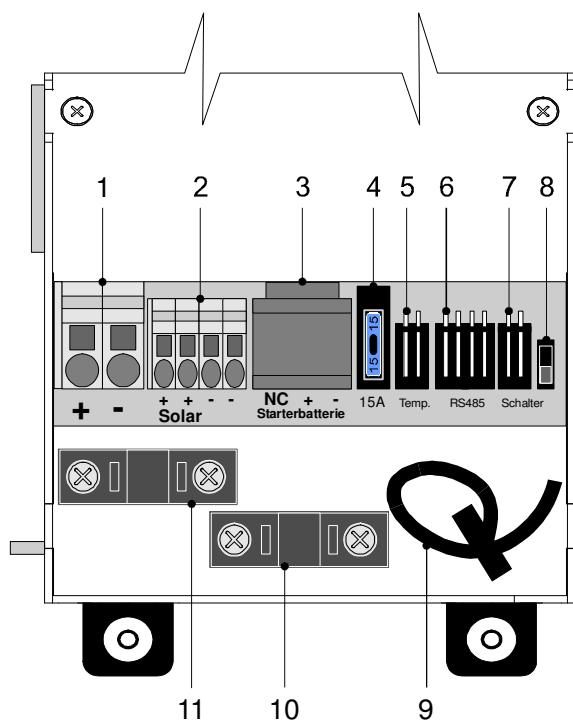
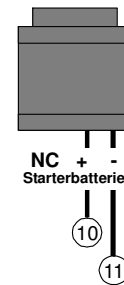
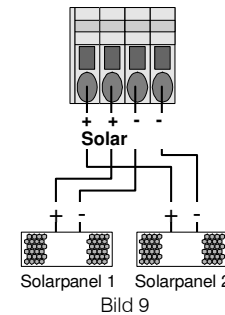

Bild 3: Anschlussplan Module B
Bild 8
Bild 9
Trennen Sie **unbedingt** den Anschluss der Fahrzeugbatterie (Batterie I) am Module A durch Abziehen des Einspeisesteckers! Der Einspeisestecker verbindet das Module A mit den Kontakten 9 und 13 an dem 13-poligen Kupplungssteckers. (Siehe auch Betriebsanleitung MES Module A, Seite 13, Bild 8, Pos. 1).
Überprüfen Sie **unbedingt** ob der Anschluss der Fahrzeugbatterie (Batterie I) am Module A durch Abziehen des Einspeisesteckers getrennt wurde! Der Einspeisestecker verbindet das Module A mit den Kontakten 9 und 13 an dem 13-poligen Kupplungssteckers. (Siehe auch Betriebsanleitung MES Module A, Seite 13, Bild 8, Pos. 1).
Schließen Sie die Versorgungsbatterie an die Käfigzugfederklemmen am Module B an (Bild 3 Pos 1 und Bild 7). Leitungsquerschnitt bei einer Länge bis 3 m 6 mm², ab 3 m Länge 10 mm². Achten Sie auf den richtigen Anschluss der Pole. Die Plusladestromleitung muss nahe dem Pluspol der Versorgungsbatterie mit einer 40 A Sicherung abgesichert werden.
Die Fahrzeugbatterie (Starterbatterie) wird am 3-poligen, grünen Anschluss angeschlossen (Bild 3 Pos. 3 und Bild 8). Der linke Kontakt (NC) wird nicht belegt. Schließen Sie den mittleren Kontakt (+) an den Kontakt Nr. 10 vom 13-poligen Kupplungsstecker an. Schließen Sie den rechten Kontakt (-) an den Kontakt Nr. 11 vom 13-poligen Kupplungsstecker an.
Schließen Sie die Solarzellen laut Anschlussplan an das Module B an (Bild 3 Pos.2 und Bild 9). Es können ein oder zwei Solar-Panels angeschlossen werden. Benutzen Sie Leitungen mit einem Leitungsquerschnitt von mindestens 2,5 mm² für eine Leistung bis 85 Watt. Beachten Sie die Empfehlung des Solarzellenherstellers für die Leitungsquerschnitte. Die beiden inneren Käfigzugfederklemmen (Plus links und Minus rechts) sind für den Anschluss des Solar-Panels 1. Die beiden äußeren Käfigzugfederklemmen (Plus links und Minus rechts) sind für den Anschluss des Solar-Panels 2.
Falls Sie das Module B mit einem Temperaturfühler für die Versorgungsbatterie betreiben möchten, schließen Sie den Stecker des Temperaturfühlers an den 2-poligen Anschluss an (Bild 3 Pos. 5). Wird das Module B zusammen mit einem Temperaturfühler für die Versorgungsbatterie betrieben, so regelt das Module B die Ladespannung automatisch in Abhängigkeit der Batterietemperatur. Hierdurch wird eine besonders effektive und schonende Ladung der Batterie erreicht. Ohne Verwendung eines Temperaturfühlers regelt das Module B den Ladevorgang wie bei einer Batterietemperatur von 20° C.
Schließen Sie die 4-poligen Stecker der RS 485 Datenübertragungsleitung an den Anschluss des Module B (Bild 3 Pos. 6) und an den Anschluss des Module C1 (siehe auch Betriebsanleitung Module C1) an. Auf dem Module C1 ist ein Hauptschalter integriert. Sollte bereits ein separater Hauptschalter angeschlossen sein, wird dieser durch den Anschluss eines Module C1 funktionslos.
Bei Einsatz des Module B ohne Erweiterung durch ein Module C1 wird der Stecker für den separaten Hauptschalter am 2-poligen Anschluss des Module B angesteckt (Bild 3 Pos. 7).
Stellen Sie den Umschalter für den Batterietyp (Bild 3 Pos. 8) auf die Stellung „Gel“ (hintere Position) wenn Ihre Versorgungsbatterie eine Gelbatterie ist. Stellen Sie den Umschalter für den Batterietyp auf die Stellung „flüssig“ (vordere Position) wenn Ihre Versorgungsbatterie eine Flüssigelektrolytbatterie ist.
Befestigen Sie die Leitungen der Versorgungsbatterie, der Solar-Panels und der Starterbatterie mittels der beiden Zugentlastungsklemmen (Bild 3 Pos. 10 und 11) und die Leitungen für Temperaturfühler, Module C1 oder Hauptschalter mit dem Kabelbinder (Bild 3 Pos. 9).